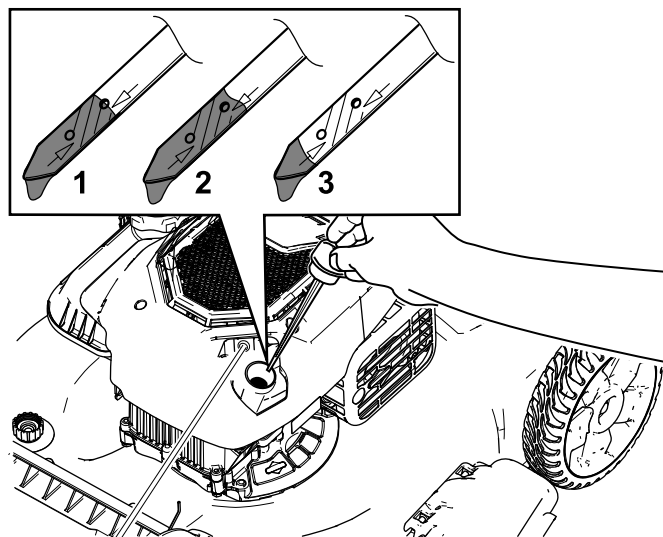

Рисунок 28
3. Выньте масломерный щуп, повернув крышку против часовой стрелки и вытянув ее (Рисунок 28).
10. Определите уровень масла по отметкам на щупе (Рисунок 28).